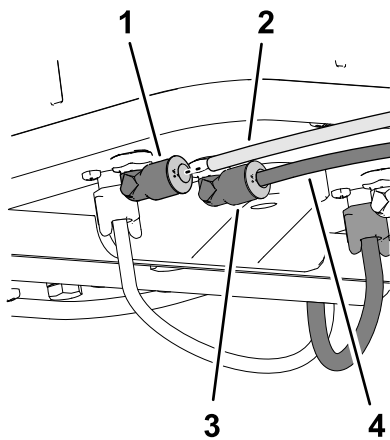

Bild 142
- Stecken Sie den durchsichtigen Schlauch in das Luft-Anschlussstück an der Seite der Kompressorplatte (**Bild 141** und **Bild 142**).
- Stecken Sie den blauen Schlauch in das Flüssigkeit-Anschlussstück an der Seite der Kompressorplatte (Bild 141 und Bild 142).
- Stecken Sie den durchsichtigen Schlauch in das Luft-Anschlussstück an der Seite der Kompressorplatte (Bild 141 und Bild 142).